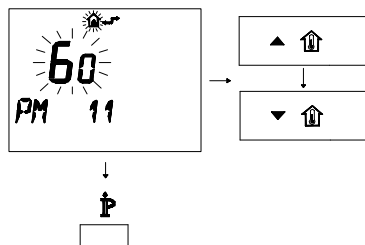

Figura 5.42
- Per modificare il SET programmato agire sui pulsanti o e aspettare che il numero programmato cominci a lampeggiare (Figura 5.42). Ogni passo incrementato o decrementato corrisponde a 1 secondi.